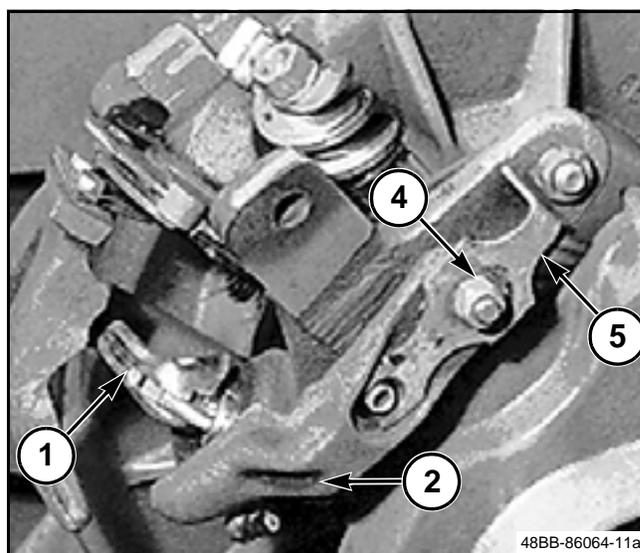

FIG. 54
FIGS. 54–55: La podadora (1) hace un nudo formando un lazo en el cordel y pasando los extremos a través del lazo a medida que el brazo separador tira del lazo hacia afuera de la podadora.